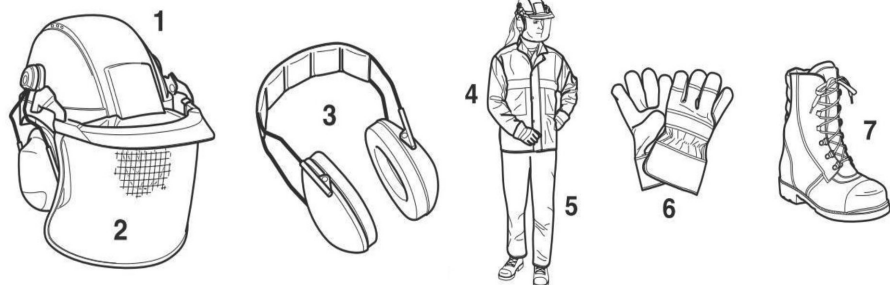

Рис. 1.
- Одежда должна соответствовать размерам тела оператора, плотно прилегать к телу, но не сковывать движений. Не следует носить никаких украшений или одежды, которые могли бы зацепиться за предметы, расположенные на рабочем участке. Убирайте длинные волосы. Рис. 1.